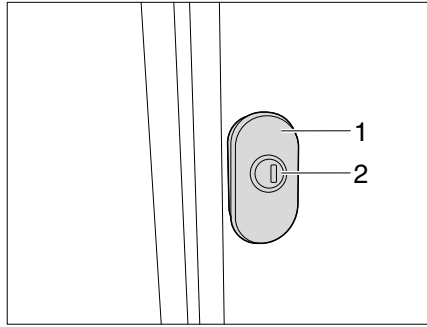
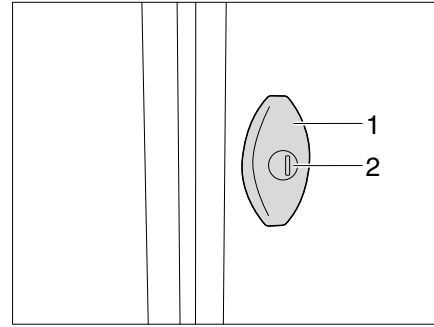

Fig. 56 Serrure pivotante (variante 1)
Fig. 57 Serrure pivotante (variante 2)
- Insérer la clé dans le cylindre de fermeture (Fig. 56,2/ Fig. 57,2) et la tourner d'un quart de tour. La serrure du portillon est déverrouillée.
- Tirer sur la serrure pivotante (Fig. 56,1/ Fig. 57,1) et tourner de 180° dans le sens contraire des aiguilles d'une montre. Le portillon extérieur est ouvert.
- Pour la variante 1 : Appuyer sur le cylindre de fermeture (Fig. 56,2) jusqu'à ce qu'il s'enclenche. La serrure du portillon est verrouillée.